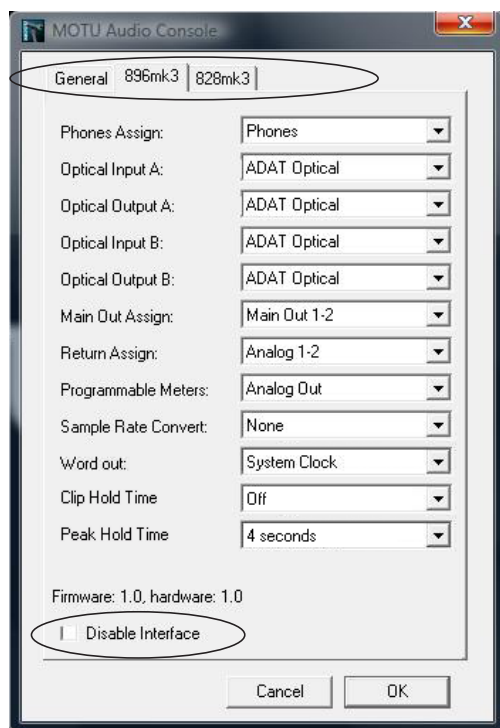

Figure 4-20 : Pour visualiser les paramètres d'une interface, cliquez sur l'onglet correspondant.
L'utilitaire MOTU Audio Console ne permet de visualiser les paramètres que d'une seule interface à la fois. Pour choisir l'interface désirée, il suffit de cliquer sur l'onglet correspondant, comme représenté dans la Figure 4-20.
Lorsque vous utilisez plusieurs interfaces 896mk3, chacune est identifiée par un numéro distinct (#1, #2, #3, etc.), attribué selon leur ordre de mise sous tension après connexion. Cette information est mémorisée dans le fichier de préférences de l'utilitaire MOTU FireWire Audio . Une fois que l'interface a reçu son numéro d'identification (ID), elle le conserve par la suite, quel que soit l'ordre ultérieur de mise sous tension. Vous pouvez désactiver n'importe quelle interface à n'importe quel moment, en utilisant l'option *Disable interface* montrée dans la Figure 4-20 en page 38. Dès lors, vous libérez sur le bus la bande passante que s'octroyait l'interface, sans devoir l'éteindre physiquement (ce qui aboutirait au même résultat). Pour que MOTU FireWire Audio Control Panel Console "oublie" complètement une interface, repérez le bouton *Forget* dans MOTU Audio Setup. Il suffit de cliquer sur ce bouton *Forget*, et MOTU Audio Setup considère dès lors que l'interface n'est plus présente, mais off line (éteinte).